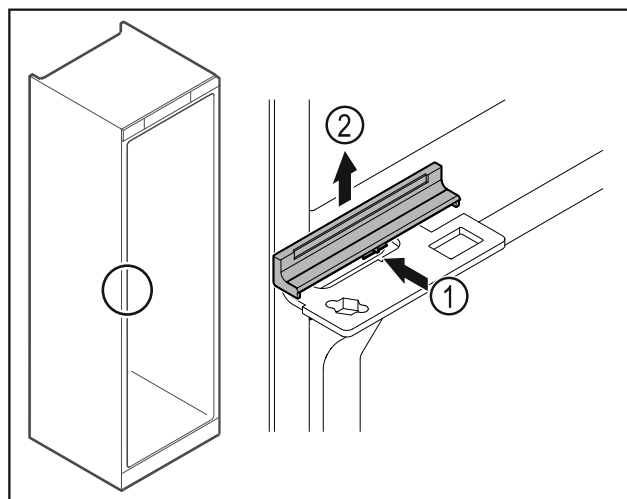

Fig. 48
- 轻轻压入中间的盖板 Fig. 48 (1)并朝上取下 Fig. 48 (2)。